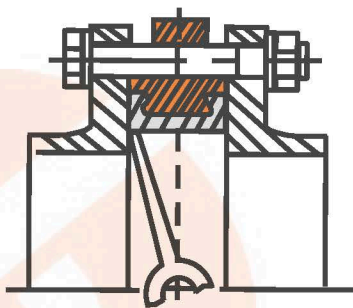

Рисунок 1
2.2. Использование фланцев с внутренним диаметром меньше номинального диаметра затвора может привести к блокировке и повреждению диска (Рис. 1).